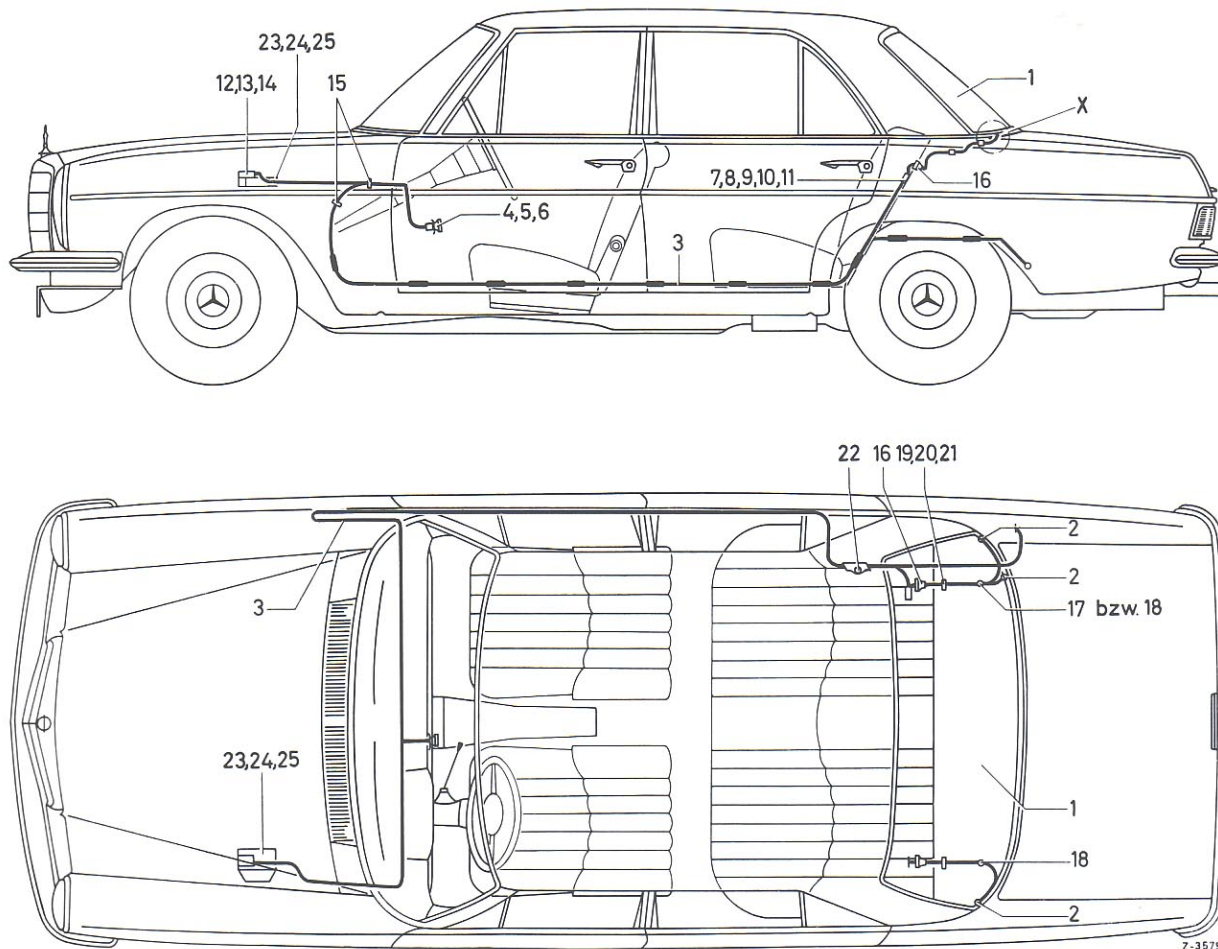

Bild 67-2/1
flansch der Fensteröffnung – durch einen Körnerschlag, 573 mm von Mitte Wagen, gezeichnet – ein Loch von 10 mm Durchmesser bohren (Bild 67-2/3).
Anschließend Tüllen (2) einsetzen (Bild 67-2/3).